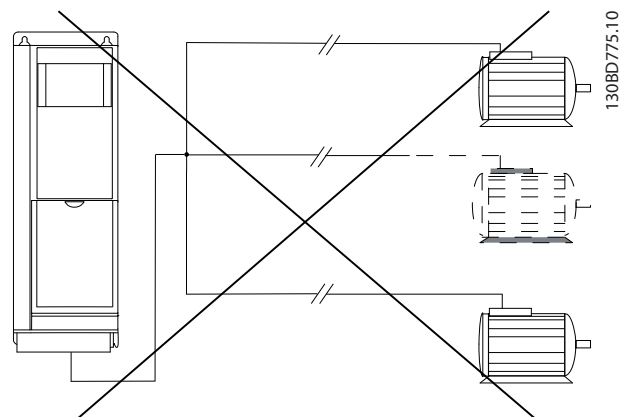

Abbildung 9.51 Gemeinsame Anschlussverbindung bei langen Kabeln
- Verwenden Sie bei langen Kabeln keine gemeinsame Anschlussverbindung, siehe Abbildung 9.51.